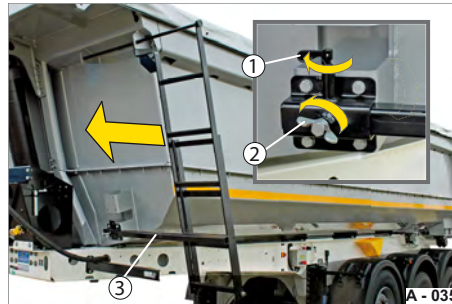

Abb. 45 Aufstiegsleiter einschieben
- ▶ Lösen Sie die Fixierschraube (Abb. 45/2).
- ▶ Schwenken Sie den Sicherungsstift (Abb. 45/1) nach oben.
Der Träger (Abb. 45/3) der Aufstiegsleiter ist freigegeben.